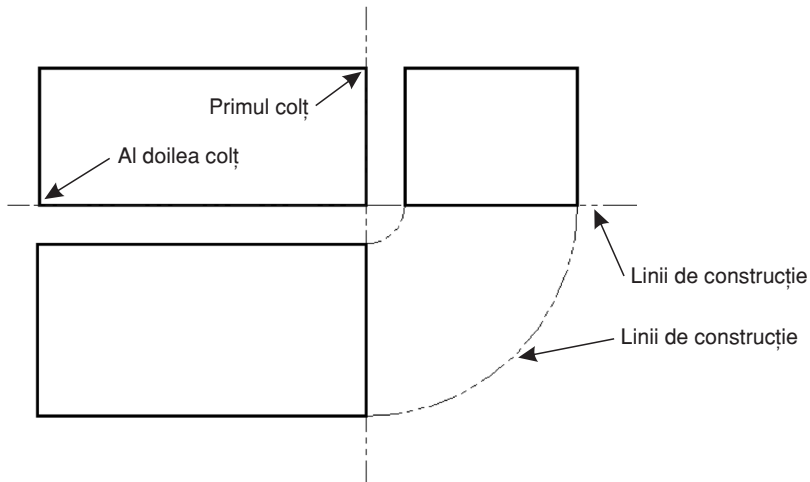

Fig. 6.4 Exercițiul 6.3 – pasul 1
- Pasul 1. Setând stratul **Contur** ca strat curent, se trasează contururile dreptunghiulare de încadrare ale celor trei proiecții, ca în Fig. 6.4.